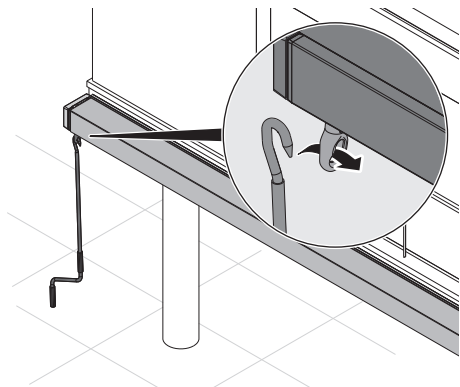

Fig. 16: Accrocher la manivelle
1. Accrocher la manivelle dans l'œillet (Fig. 16).